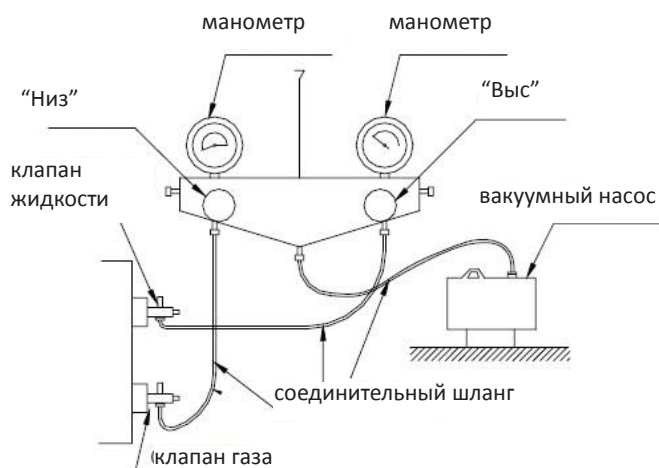

Рис. 34
- (1) Убедиться, что клапаны жидкости и газа наружного блока перекрыты. Вакуумирование выполняется вакуумным насосом через штуцеры на клапанах жидкости и газа, см. рис. 34.